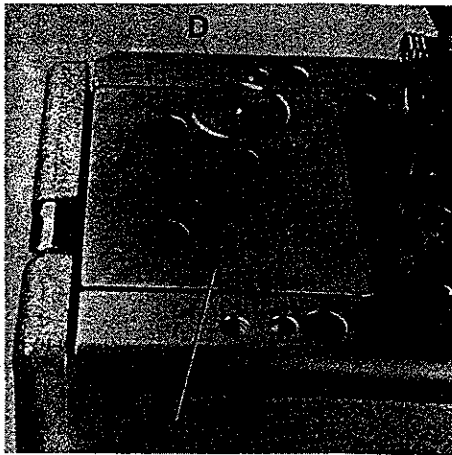
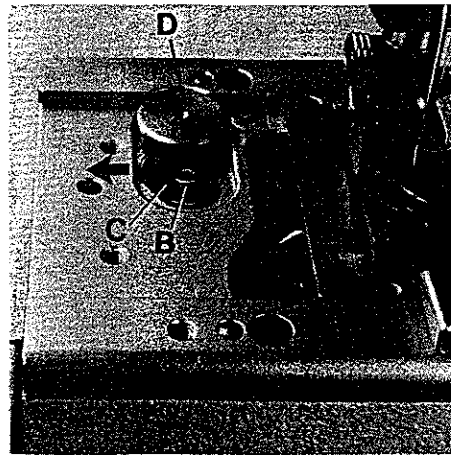
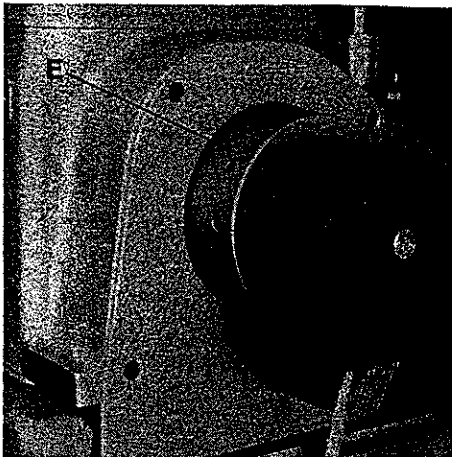

Fig.9
Fig.10
Fig.11
Before the machine leaves the factory, the stitch length change mechanism is locked. After removing cover (A, Fig. 9) and loosening screw (B, Fig. 10) lever (C) can be swung in the direction of the arrow to the left to unlock the stitch length change mechanism. The required hexagon socket wrench is a component of the machine accessories.
Vor dem Versand der Maschine wird die Stichlängenverstellung blockiert. Entfernt man den Deckel (A, Fig. 9) und löst die Schraube (B, Fig. 10), kann der Hebel (C) in Pfeilrichtung nach links geschwenkt werden und die Arretierung der Stichlängenverstellung ist aufgehoben. Der benötigte Sechskantschraubendreher ist im Zubehör der Maschine enthalten.
The stitch length is changed by slightly pressing stop bolt (D, Figs. 9 and 10) and simultaneously rotating pulley (E, Fig. 11). Within one revolution of the pulley stop bolt (D, Fig. 9) engages and the stitch length change starts. Rotating pulley clockwise shortens the stitch, rotating it counterclockwise increases the stitch.
Die Stichlänge wird durch leichtes Drücken auf den Rastbolzen (D, Fig. 9 und 10) und gleichzeitiges Drehen der Handrad-Riemenscheibe (E, Fig. 11) eingestellt. Nach spätestens einer Umdrehung der Handrad-Riemenscheibe rastet der Rastbolzen (D, Fig. 9) ein und die Stichverstellung beginnt. Drehen der Handrad-Riemenscheibe im Uhrzeigersinn verkleinert den Stich, drehen im Gegenuhrzeigersinn vergrößert ihn. Nach dem Einstellen der gewünschten Stichlänge kann, wenn notwendig, die Stichlängenverstellung wieder blockiert werden. Montieren Sie den Deckel wieder.